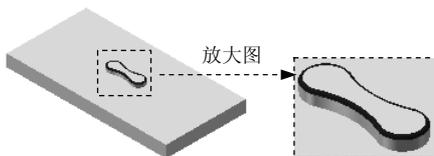
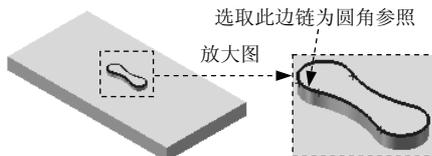

图 4.4.13 圆角特征 1
图 4.4.14 定义圆角参照
Step4. 创建图 4.4.13 所示的圆角特征 1。
(1) 选择命令。选择下拉菜单 **插入(I)** → **特征(F)** → **圆角(F)...** 命令，或单击  按钮，系统弹出“圆角”对话框。
(2) 定义圆角类型。采用系统默认的圆角类型。
(3) 定义圆角对象。选取图 4.4.14 所示的边链为要圆角的对象。